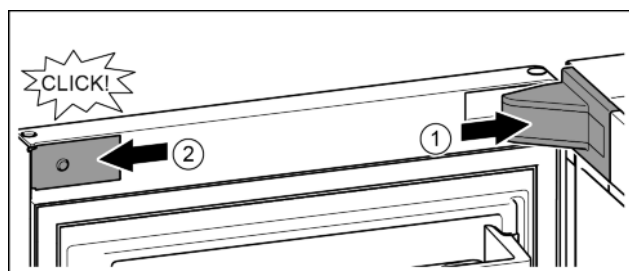

Fig. 25
- ▶ Крышку опорного кронштейна установить и зафиксировать, при необходимости, осторожно разжать. Fig. 25 (1)
- ▶ Установить боковую накладку и зафиксировать. Fig. 25 (2)